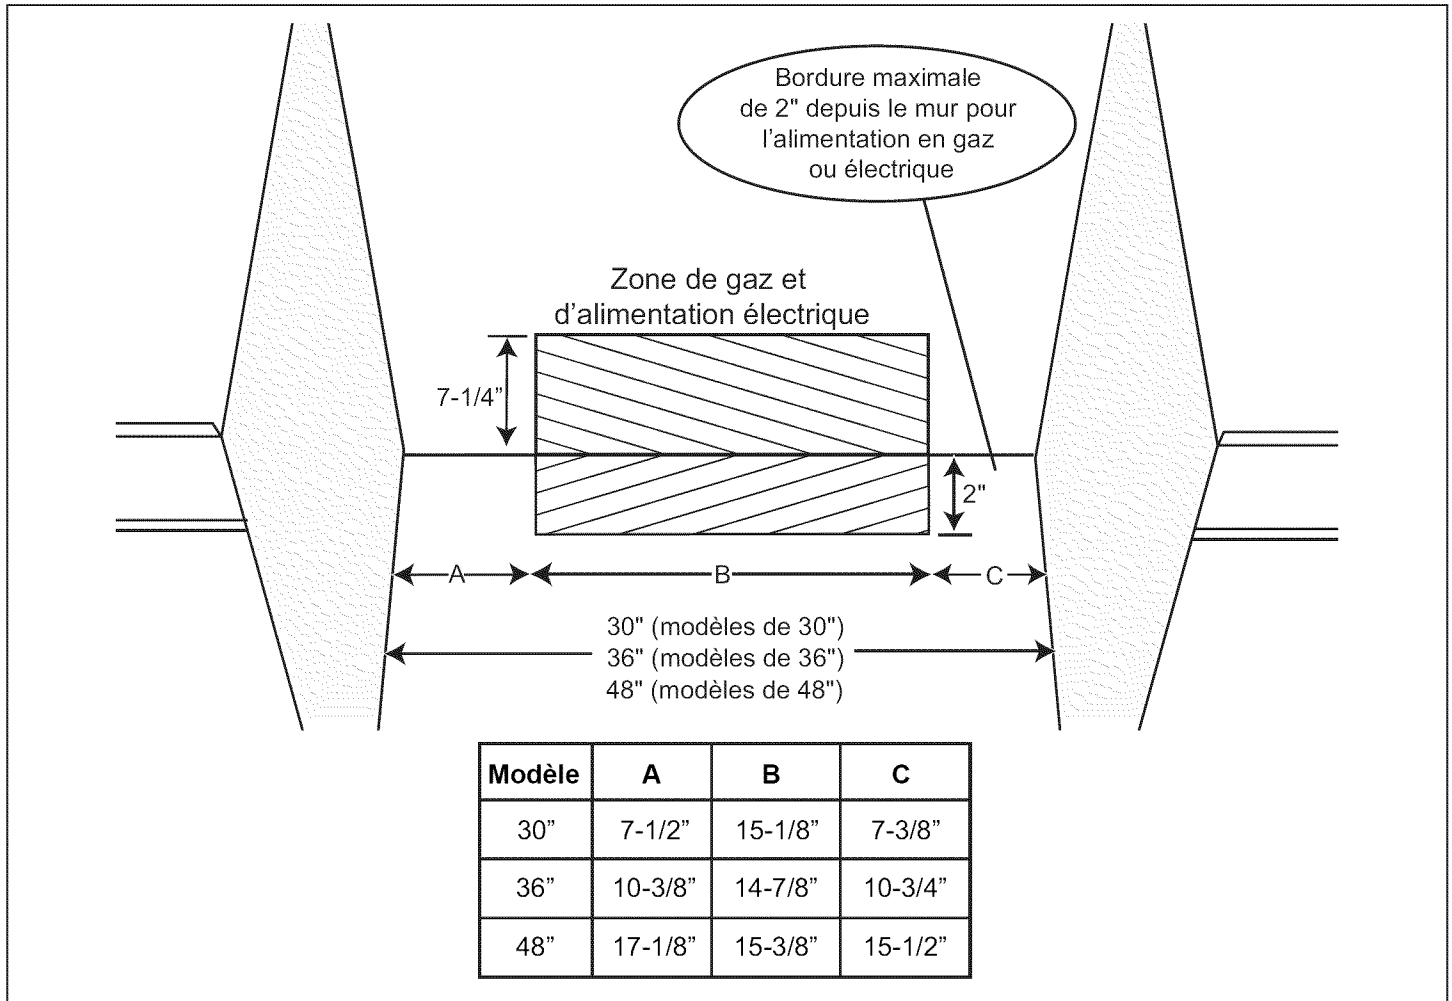

Figure 3a : Emplacements de l'alimentation en gaz et électrique pour toutes les cuisinières au gaz
3. Les entrées d'électricité et de gaz doivent se trouver dans les zones indiquées à la Figure 3a.